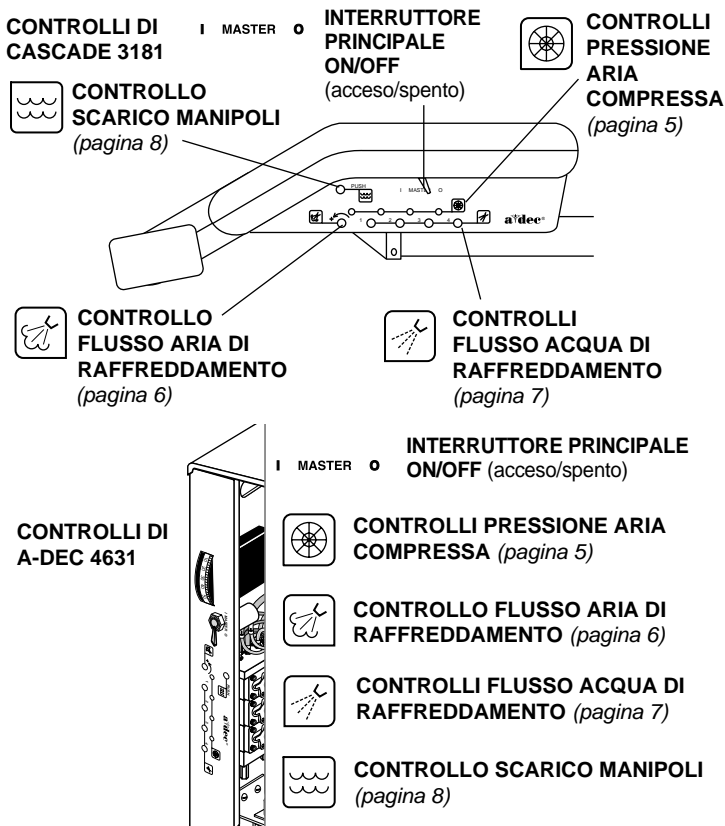

Figura 3. Controlli dei manipoli
- I MASTER** **○** L'interruttore principale on/off (acceso/spento) (vedere la figura 3) attiva o disattiva l'aria, l'acqua e l'elettricità del sistema.
I controlli della pressione dell'aria compressa (vedere la figura 3 a pagina 3) vengono utilizzati per regolare la pressione dell'aria compressa in ciascun manipolo.
Il controllo flusso aria di raffreddamento (vedere la figura 3 a pagina 3) viene utilizzato per la regolazione del flusso di aria di raffreddamento in tutti i manipoli.
2. Individuare il controllo aria di raffreddamento (vedere la figura 3 a pagina 3).
I controlli del flusso dell'acqua di raffreddamento vengono utilizzati per la regolazione del flusso dell'acqua di raffreddamento in ciascun manipolo (vedere la figura 3 a pagina 3).
2. Individuare i controlli del flusso dell'acqua di raffreddamento (vedere la figura 3 a pagina 3).